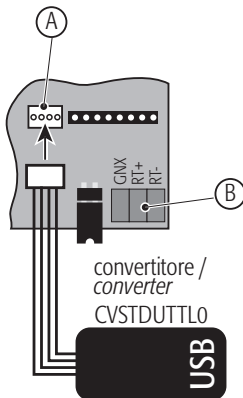

Fig. 2.8
I parametri di funzionamento di EVD⁴, compreso l'indirizzo di rete, risiedono in EEPROM, per modificarne i valori è necessario accedere alla porta seriale di servizio utilizzando il software EVD4-UI: collegare l'apposito convertitore (CVSTDUTTLO o CVSTD0TTLO) alla porta seriale di servizio (Fig. 2.8) e ad un PC dotato di porta USB o seriale RS232, quindi lanciare il collegamento "EVD4_UI Address" come descritto in "APPENDICE I - Installazione ed uso del programma EVD4-UI" ed impostare il parametro Net address, nel riquadro in alto a destra dell'interfaccia, alla voce "Network address" apparirà il nuovo valore dell'indirizzo, dopo aver premuto il tasto "READ". Se non alterato dall'utente, il parametro Net address avrà i seguenti default:
- 2) Localizzare il connettore bianco a 4 vie ed inserire il cavetto apposito del convertitore (Fig. 2.8).